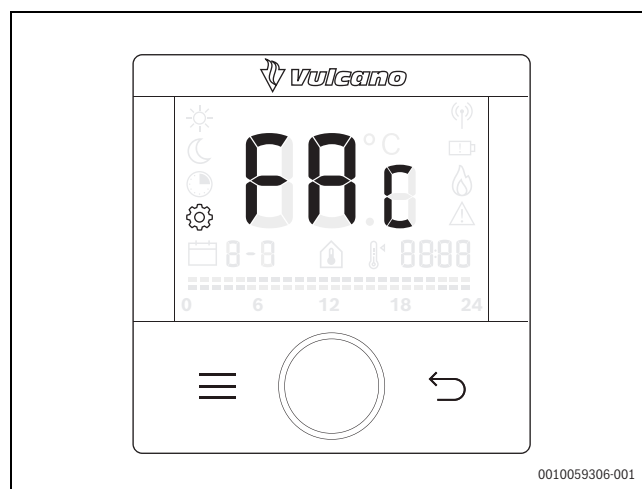

Fig. 13
- ▶ Continue a pressionar a tecla de menu até que o ecrã do display estiver como na →Fig 13.